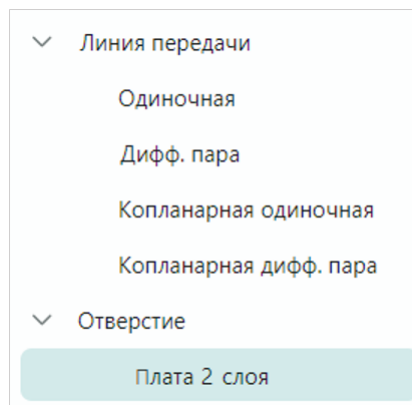

Рис. 23 Выбор структуры
1. Выбрать структуру платы из необходимого количества слоев, см. Рис. 23.